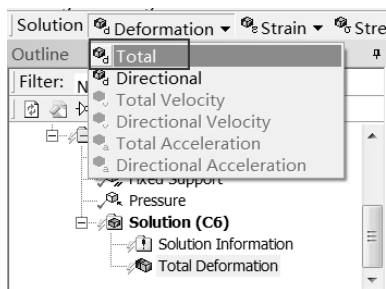

图 14-66 添加变形选项
Step2：选择 Solution 工具栏中的 Deformation（变形） Total 命令，如图 14-66 所示，此时在分析树中会出现 Total Deformation（总变形）选项。